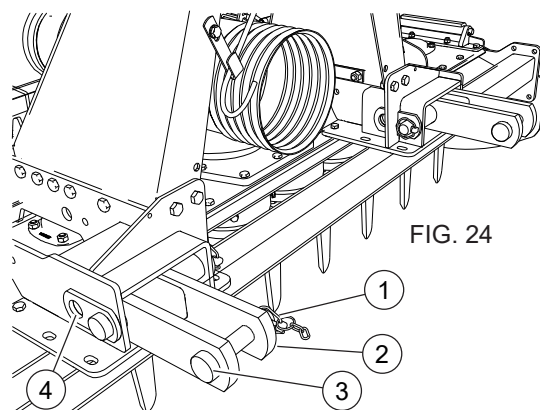

FIG. 24
- Remover el pasador (1, "Fig. 24").
- Extraer el perno (3).
- Extraer y girar el enganche tractor (2) 180°.
- Insertar el perno (3).
- Fijar el perno con el pasador (1).
- El enganche puede ser montado también en el agujero (4).